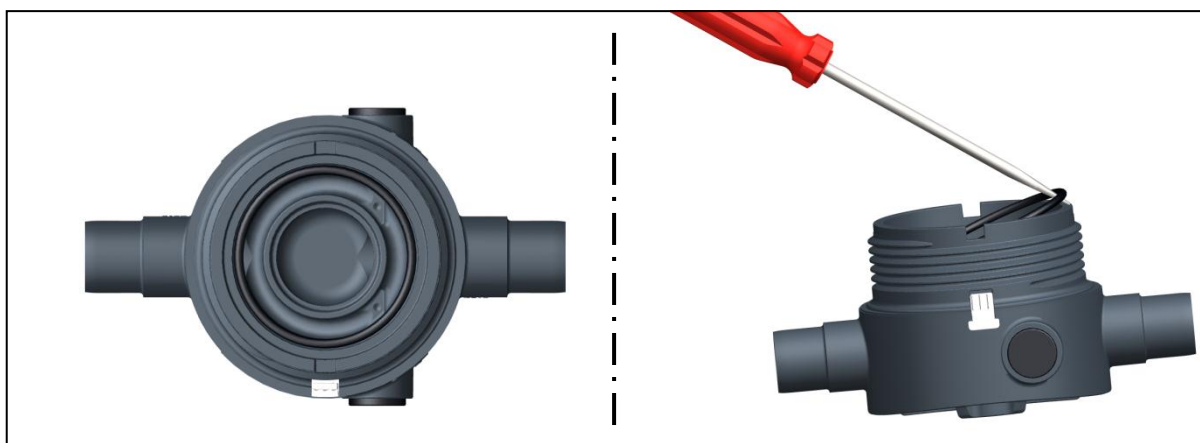

Fig. 10
- Extraire les 2 joints toriques de la partie inférieure, voir Fig. 10.